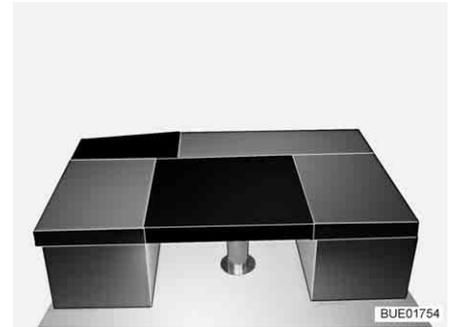

Fig. 131 Después de la transformación
- Colocar el cojín adicional cuadrangular en la mesa (delante de los cojines de asiento de los bancos, véase Fig. 131).